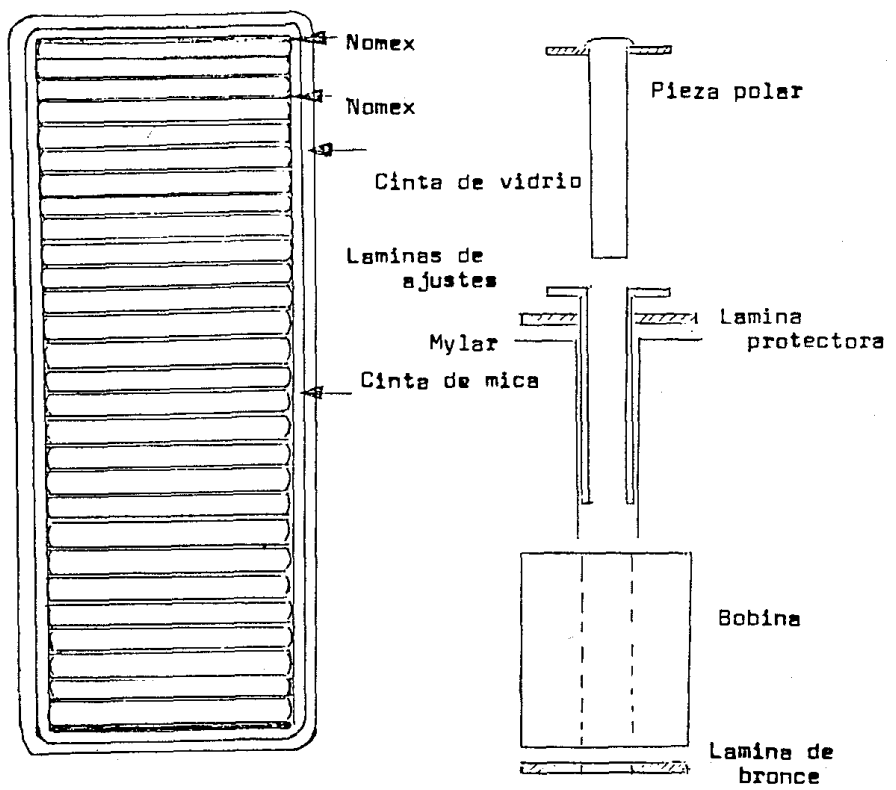

Fig. 20 - Descripción de la bobina del interpolo
- Interpolo : Monte en la pieza polar la bobina siguiendo las indicaciones de la Fig.20 :